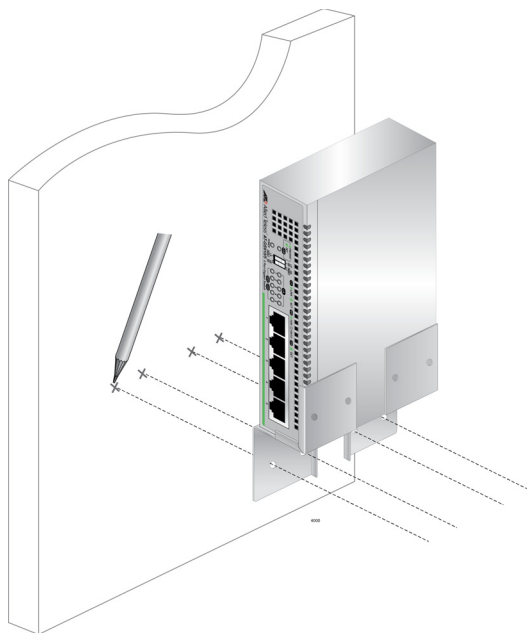

Рисунок 21. Разметка отверстий
2. Попросите кого-нибудь подержать коммутатор с кронштейнами в том месте у стены, где предполагается его закрепить, и при помощи карандаша отметьте на стене расположение четырех отверстий в кронштейнах. См. пример на рис. 21.